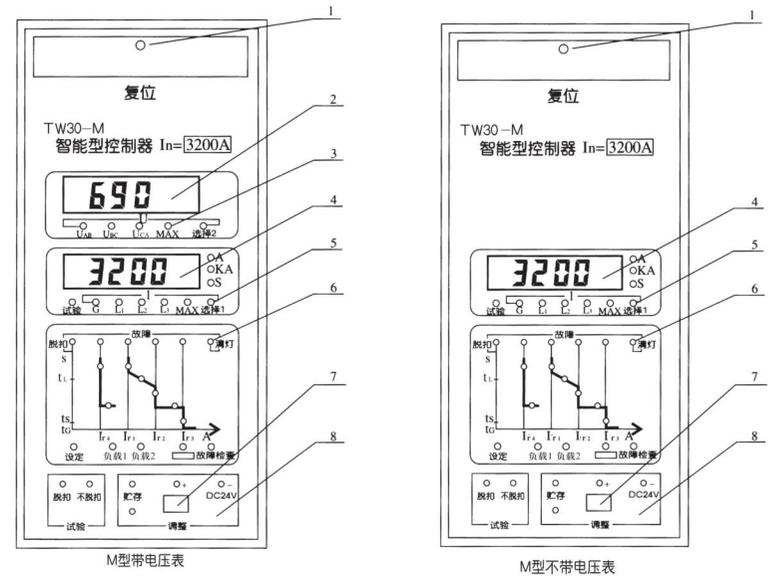

图10
4.8.13 TW30-M、TW30-2M、TW30-H型智能控制器面板见图10、11、12